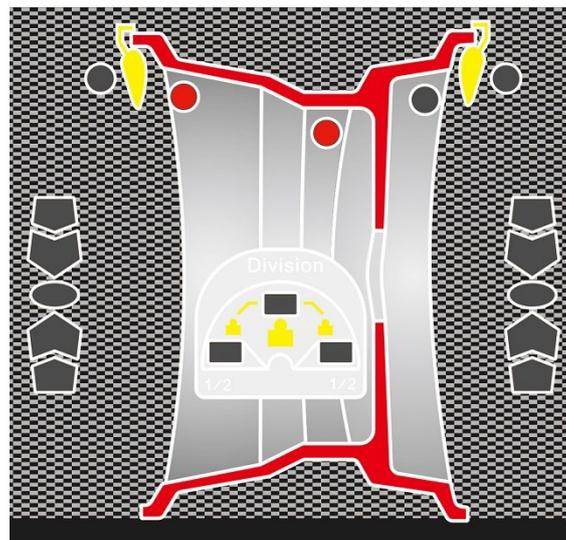

Abb.7
- Nun wechselt die Maschine automatisch auf den ALUS-Modus, dabei leuchten die zwei LEDs in Abb.7 auf.